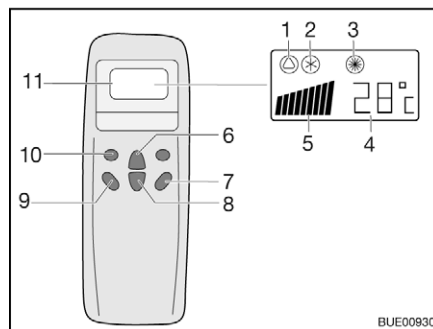
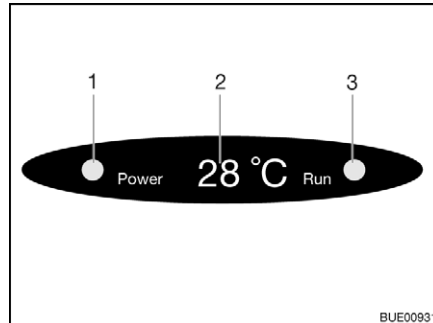

Bild 210 Fernbedienung
Bild 211 Anzeige am Diffusor
- Die Taste "ON/OFF" (Bild 210,7) drücken.
- Die Taste "Mode" (Bild 210,10) so oft drücken, bis die gewünschte Betriebsart (Bild 210,1, 2 oder 3) auf dem Display angezeigt wird. Die entsprechende Kontroll-Leuchte auf der Anzeige am Diffusor (Bild 211,3) leuchtet.
- Mit den Tasten Temperaturerhöhung (Bild 210,6) oder Temperaturverminderung (Bild 210,8) die gewünschte Temperatur einstellen.
- Mit der Taste Lüfterdrehzahl (Bild 210,9) die gewünschte Lüfterstufe wählen.